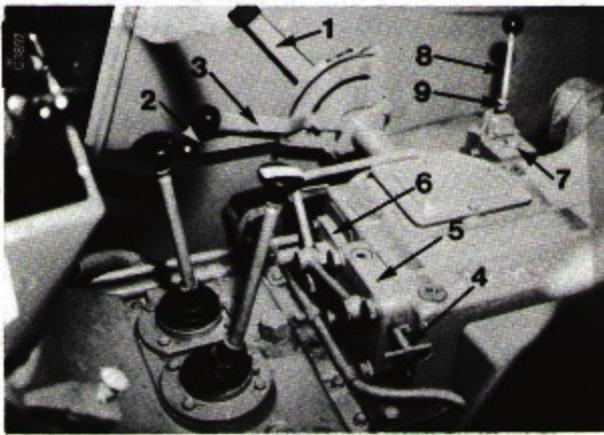

Fig. 35
Abaissez complètement le levier de contrôle de traction (2) Fig. 35, pour neutraliser son action. Le contrôle des instruments de culture se fait par le levier de contrôle de position (3) seulement.
Pendant le travail, le système de contrôle de traction maintient l'équipement à cette profondeur prédéterminée quelles que soient les conditions du sol etc. Il est toujours possible d'opérer une correction manuelle en cours de travail. Lorsque la profondeur adéquate est déterminée, déplacez le levier témoin (1) Fig. 35 en conséquence pour assurer une profondeur de travail uniforme.
Lorsque les deux leviers de contrôle (2) et (3) Fig. 35 sont ramenés complètement vers le bas, le